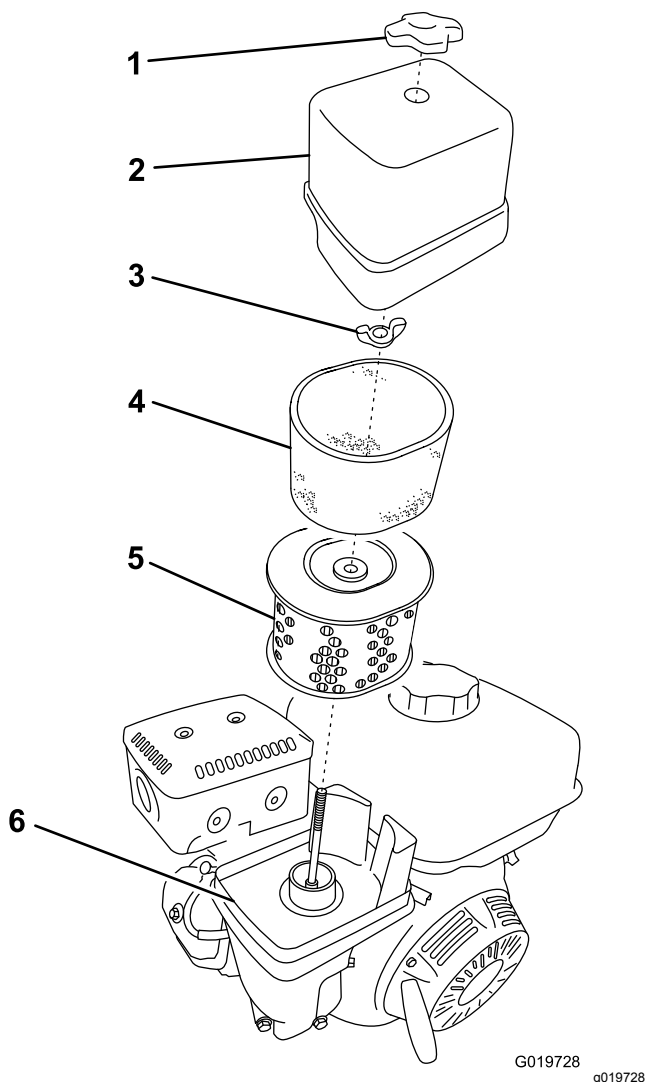

Figura 22
3. Retirez l'écrou de fixation du couvercle (Figura 22).
5. Coloque los elementos de espuma y papel de la base (Figura 22).
6. Saque el elemento de espuma del elemento de papel (Figura 22).